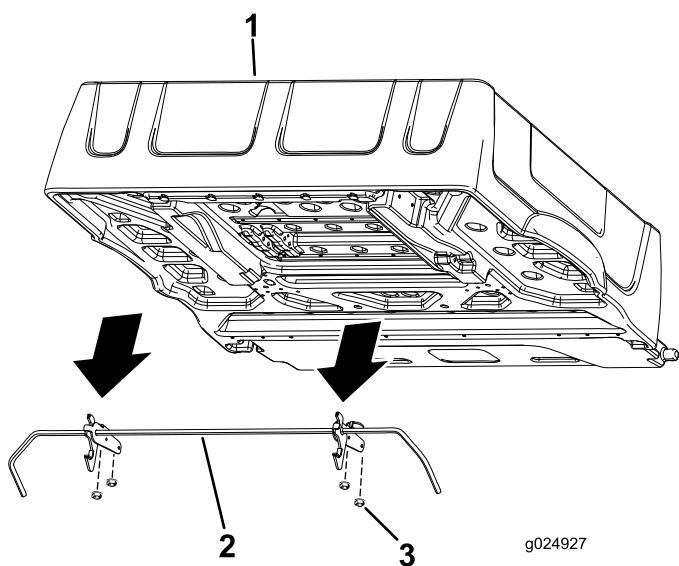

Figura 3
6. Rimuovete i 4 dadi flangiati che fissano le staffe di fermo alla parte inferiore del pianale (Figura 3).